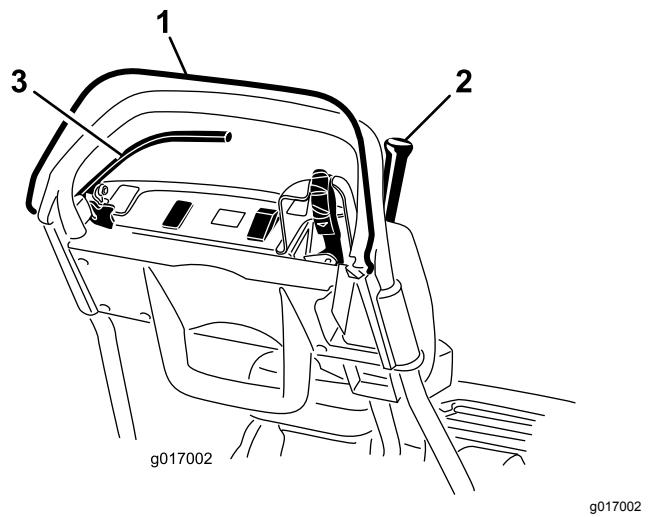

Figura 34
3. Com o CPO solto, tente acionar a alavanca de tração (Figura 34). A alavanca de tração não se deve acionar. Se a alavanca de tração se acionar, o interruptor de segurança precisa de assistência. Corrija o problema antes da utilização da máquina; consulte Manutenção dos interruptores de segurança de tração (página 36).
4. Com o CPO carregado e a alavanca de tração acionada, solte o CPO (Figura 34). A alavanca de tração deve deixar de ficar acionada. Se a alavanca de tração não deixar de ficar acionada, o interruptor de segurança precisa de assistência. Corrija o problema antes da utilização da máquina. Consulte Manutenção dos interruptores de segurança de tração (página 36).
5. Com o CPO carregado e alavanca de mudanças para a esquerda, ative a tração e a transmissão do cilindro e solte o CPO (Figura 34). A alavanca de tração deve deixar de ficar acionada. Se a alavanca de tração não deixar de ficar acionada, o interruptor de segurança precisa de assistência. Corrija o problema antes de utilizar a máquina; consulte Manutenção dos interruptores de segurança de tração (página 36) ou Ajuste o controlo do cilindro (página 40).